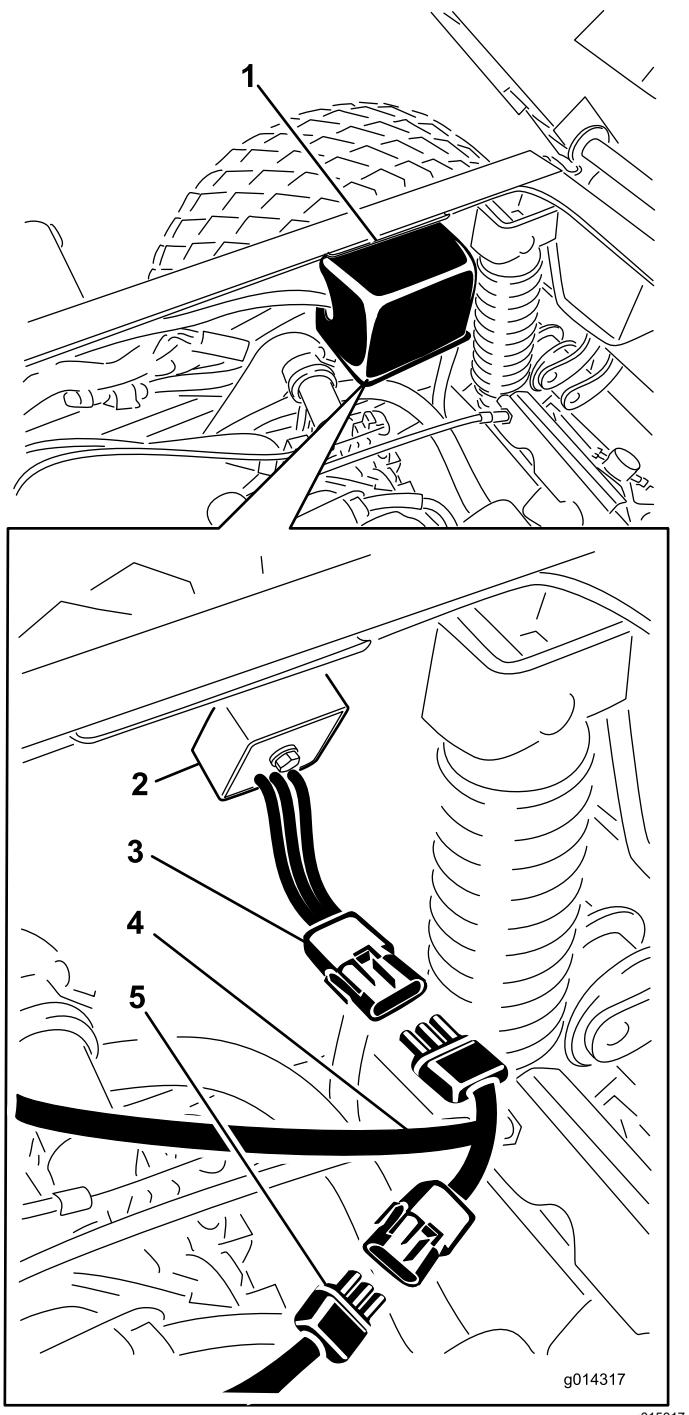

図 4
- フレームの右側に沿って取り付けられている電気配線カバーを外して、レギュレータと配線にアクセスできるようにする図4。
- 車両のハーネスからレギュレータを外して、これをリアキースタートハーネスに接続する図4。
4. リアキースタートハーネスを車両のハーネスに接続する図 4。